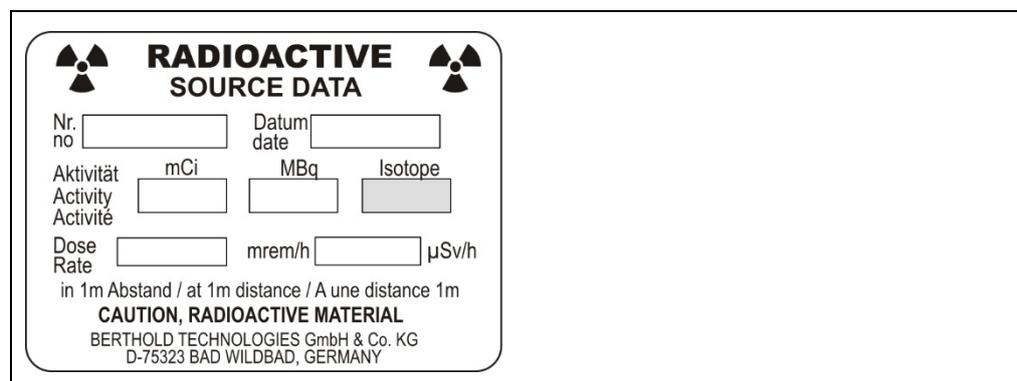

Abb. 78 Typenschild Strahler
2. Wählen Sie das verwendete Isotop aus. Cs-137 (Abb. 77, Pos.3) oder Co-60 (Abb. 77, Pos.4). Das Isotop des Strahlers steht auf dem Typenschild der Abschirmung (Abb. 78).